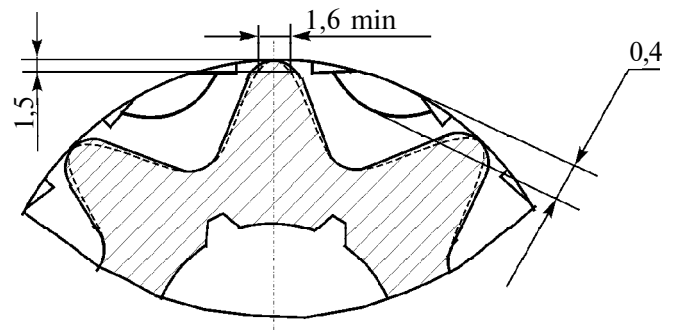

Рисунок 2.21 - Износ ведущей звездочки
- износ поверхности наружного диаметра более 0,4 мм, см. рисунок 2.21;